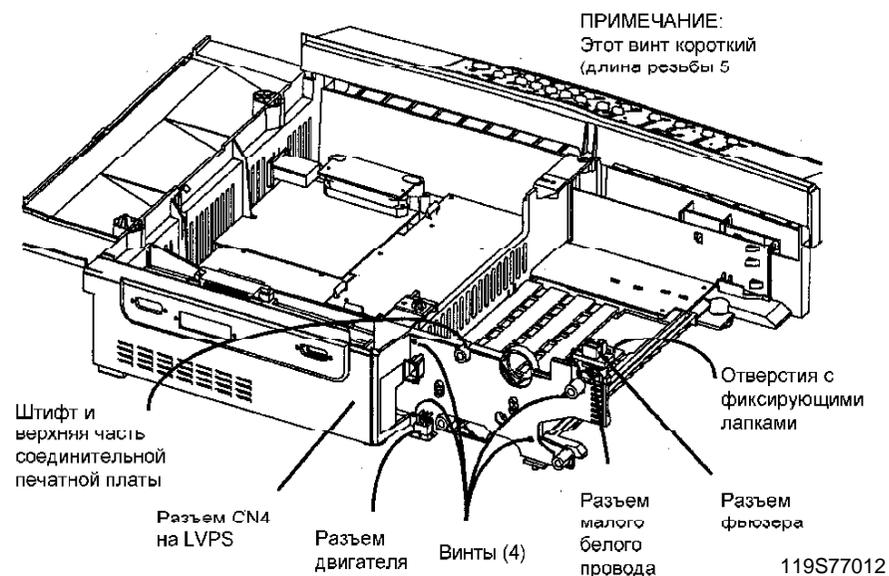

Рис. 1. Демонтаж соединительной печатной платы
11. Снимите соединительную печатную плату (Рис. 1).
- c. Отвинтите винты (4).
1. Установите соединительную печатную плату (смотрите Рис. 1 процедуры демонтажа).
2. Убедитесь, что тяжелые черные и красные провода закреплены под лапками (Рис. 1).